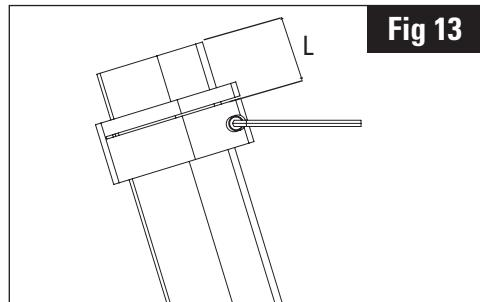

Fig 13
6. Plaats het snijgereedschap op de 'L' en haal de dwarse schroef aan tot 3 Nm. (Afb. 13)